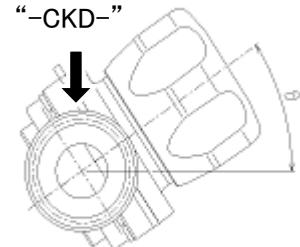

図 1. バルブ傾斜角度
- 水平配管の場合は、バルブを傾斜させて配管することにより、バルブ内の液溜まりを最小限にすることができます。(表1、図1参照) ボディ配管部に刻印してある”-CKD-”マークが真上にくるように配管してください。